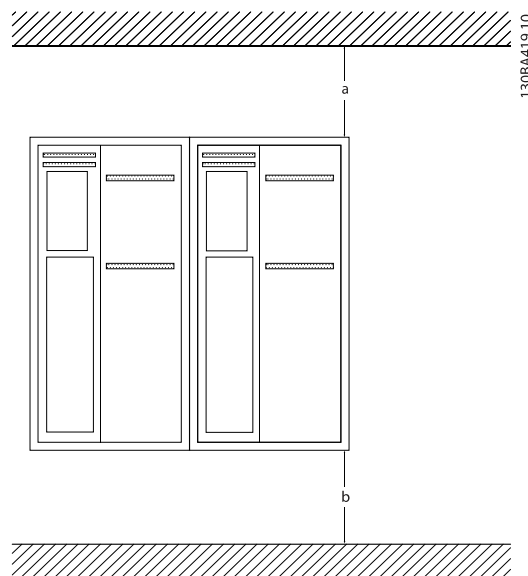

Abbildung 2.1 Abstand zur Kühlluftzirkulation oben und unten
- Sehen Sie über und unter dem Frequenzumrichter zur Luftzirkulation einen ausreichenden Abstand vor. In der Regel ist ein Abstand von 100-225 mm erforderlich. Für die notwendigen Abstände siehe *Abbildung 2.1*.